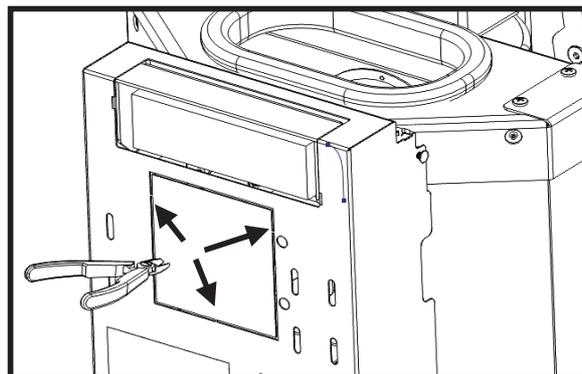

Figura 110 – Retirada de la tapa posterior
f) En la parte posterior del equipo, retire la tapa marcada en la Figura 110, cortando en las áreas marcadas con un alicate de corte.